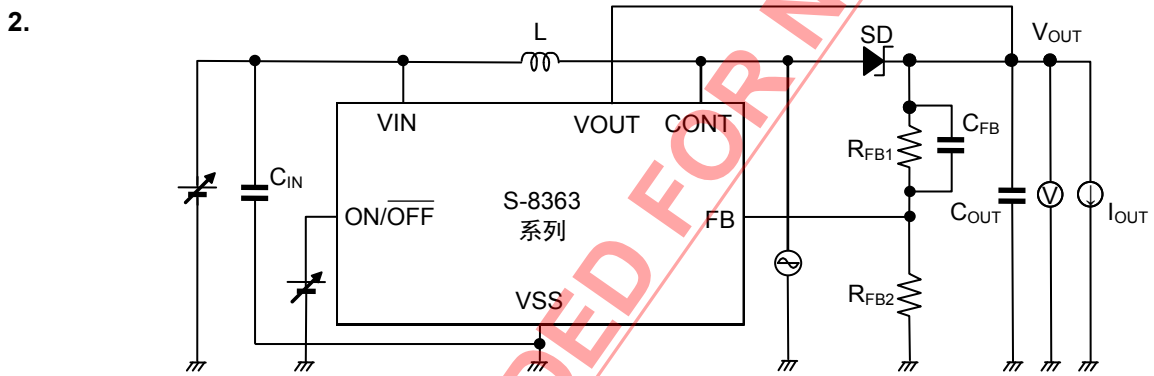

图 6
- *1. 指使用如“表 6 外接元器件一览”所示的外接元器件以及在如图 6 所示的测定电路下的保证值。工作开始电压因二极管的正向电压而产生较大的变动, 请在实际的应用电路上进行充分的评价。